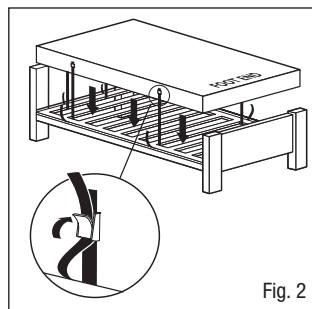

Fig. 2
3. Sätt fast madrassen i sängstommen med justerbara remmar – dra remmarna runt sängstommens plattform och fäst med spännena (Fig. 2), lämna utrymme för rörliga delar på de elektriska sängstommarna. Detta är viktigt då det hindrar att madrassen separeras från sängstommen och orsakar potentiella skador hos patienten. Ett kit med förlängningsremmar finns tillgängligt för bäddsoffor (delnummer 11062).